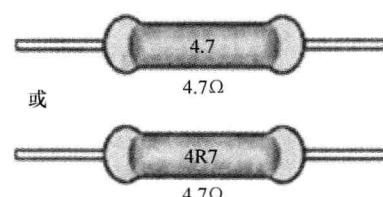

图 1-3 文字符号法
3) 文字符号法。表示电阻器的主要参数时，用文字符号表示电阻的单位，电阻值的整数部分写在阻值单位的前面，小数部分写在阻值单位的后面。文字符号法是将需要标出的主要参数与技术性能指标用文字、数字符号两者有规律地组合起来标志在电阻器上，其允许偏差用文字符号表示。其优点是识读方便、直观，多用于大功率电阻器上。如 0.1Ω 标注为 $\Omega 1$ ， 3.3Ω 标为 $3\Omega 3$ ， $4.7k\Omega$ 标为 $4k7$ ， $10M\Omega$ 标注为 $10M$ 等，如图 1-3 所示。RJ-0.5-5K1J 即阻值 $5.1k\Omega$ ，